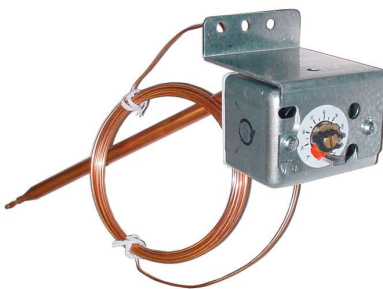

Figure 28. Thermostat de conduit monté sur unité
- **Ductstat avec tube capillaire (option AG3) :** Le thermostat de conduit monté sur l'unité (voir Figure 28) offre une plage réglable de 0°F à 100°F (-17.8°C à 37.8°C) avec une température différentielle fixe de 3°F (1.7°C). La sonde est pré-réglée en usine à 70°F (21.1°C). En raison des différents réglages de débit d'air (CFM) et des températures de l'air extérieur, la température moyenne de sortie en aval pourrait ne pas correspondre exactement au réglage du thermostat de conduit. Une fois l'installation terminée, ajustez le point de consigne du thermostat de gaine afin d'obtenir la température moyenne de sortie souhaitée.